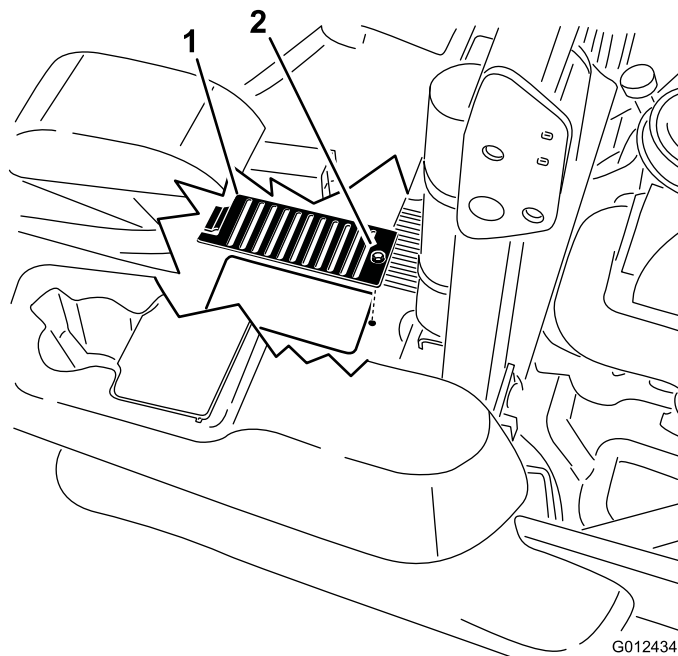

**Figura 77**
5. Rimuovete sporcizia ed erba dalle coperture dell'unità idraulica (Figura 77).